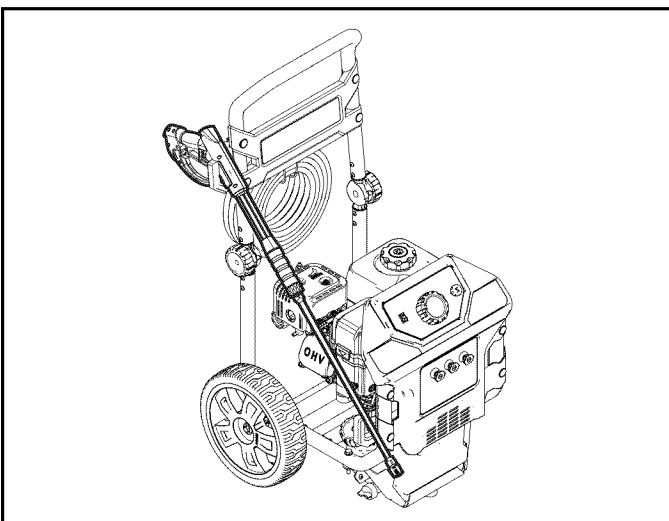

Figura 4-6. Pistola/lanza
6. Coloque la pistola de pulverización/lanza de extensión en el soporte de la pistola de pulverización como se muestra (Figura 4-6).